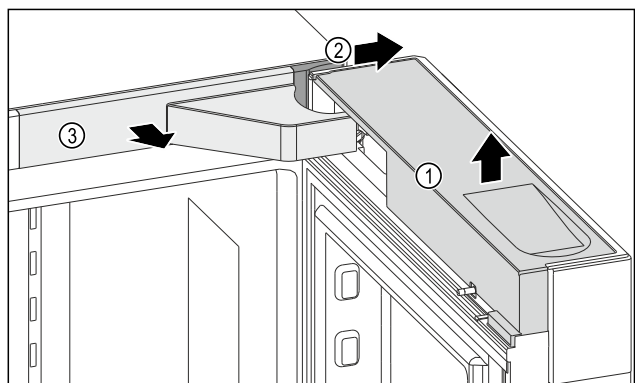

Fig. 11
- ▶ 取下盖板 Fig. 11 (1)。
- ▶ 取下盖板 Fig. 11 (2)。
- ▶ 取下盖板 Fig. 11 (3)。